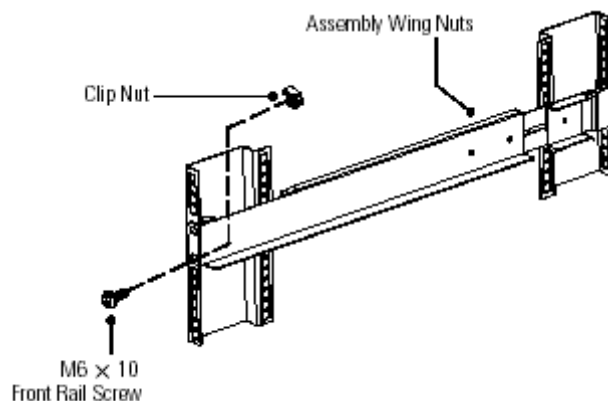

Рисунок 5. Закрепление рейки спереди
7. Закрепите только нижнее отверстие рейки на передней стойке одним винтом M6x10 и специальной гайкой (см. рис. 5).